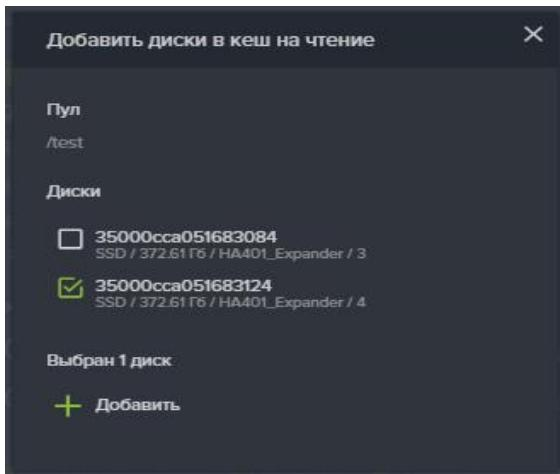

Рисунок 66. Добавление в пул кэш на чтение.
4. Нажмите на кнопку «**Добавить диски в кэш на чтение**», откроется одноименное окно (см. Рисунок 66);